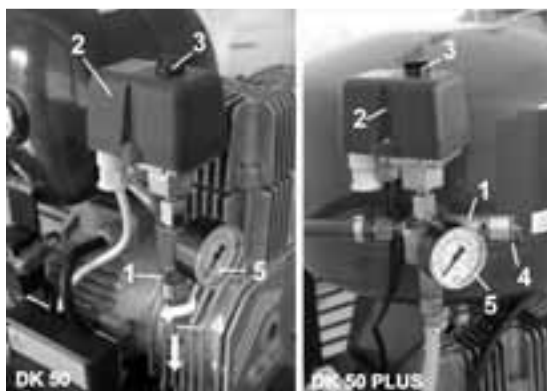

рис.4
- Компрессор включить на реле давления (2), поворачивая выключатель (3) в положение „I“ (рис. 4).
## 8.6. Контроль настройки реле давления (рис.4)
## 8.7. Проверка предохранительного клапана (рис. 4)
Компрессор должен быть включен на реле давления поворотом переключателя (3) в положение „I“ (рис.4).
Давление воздуха в ресивере не должно превысить максимальное допустимое рабочее давление. Допустимое рабочее давление обозначено на манометре (5) красной риской (рис.4).
## 12.2. Контроль предохранительного клапана (рис.4)
В том случае, если компрессор не применяется длительное время, рекомендуется слить конденсат из напорного резервуара. Компрессор потом запустить в эксплуатацию примерно на 10 минут с открытым клапаном для слива конденсата (1)- рис.5. Потом выключить компрессор выключателем (3) на реле давления (2) рис.4, закрыть клапан для слива конденсата и отсоединить оборудование от электросети.